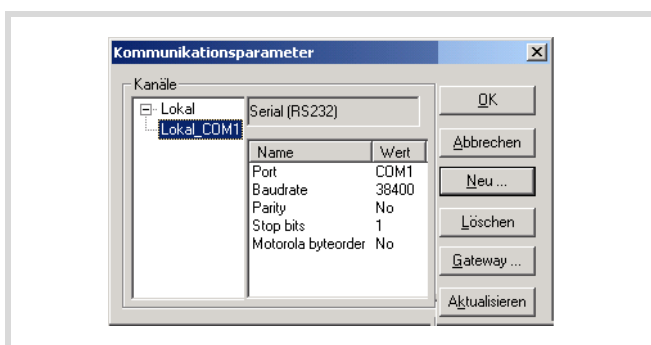

Abbildung 49: Kommunikationsparameter des PC festlegen
Hierzu passen Sie zunächst die Kommunikationsparameter des PC an die CPU-Parameter an. Gehen Sie dabei von den Default-Parametern der CPU aus und übertragen Sie diese wie in Abbildung 49 dargestellt.
- ▶ Übernehmen Sie die weiteren Parameter aus der Abbildung 49.